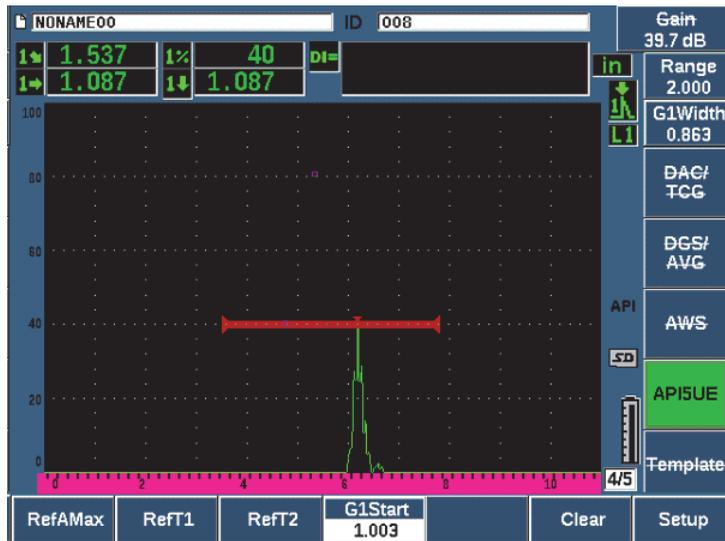

Figure 11-27 Stockage du point T_2
10. Appuyez sur **RefT2** (touche P3) pour collecter la position de la chute de 6 dB sur le front descendant et définissez cette valeur comme valeur T_2 (voir Figure 11-27 à la page 288).